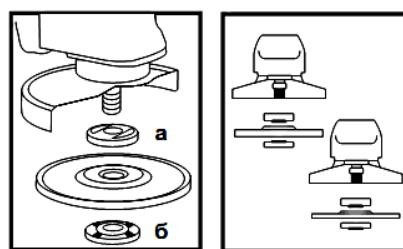

Рисунок 2
- 4.4 Установите на изделие шлифовальный либо отрезной диск. Для этого нажмите на кнопку фиксации шпинделя (1) и проверните шпиндель до такого положения, при котором он зафиксируется. С помощью вилочного ключа из комплекта изделия отверните и снимите зажимную гайку (б) (смотрите рисунок 2). Установите шлифовальный диск на посадочное место фланцевой шайбы (а) (рисунок 2), наживите рукой зажимную гайку на шпиндель и затяните ее ключом из комплекта изделия. Отпустите кнопку фиксации шпинделя и убедитесь в том, что кнопка освобождена, путем двух-или троекратного нажатия. Проверните диск и убедитесь, что шпиндель разблокирован. При установке диска с утопленным центром всегда устанавливайте его выпуклой стороной к фланцевой шайбе.